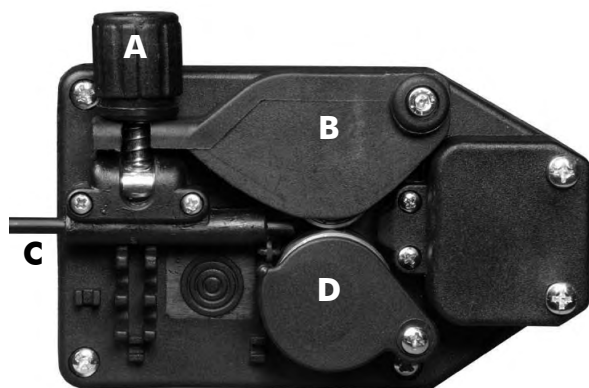

Abbildung 5
- Schrauben Sie die Mutter (1) der Haspel (Trommelbremse) ab und entfernen die Feder (2) und den Außenring (3).
- Die Spule (4) nach Entfernung der Plastikummhüllung wieder in die Haspel einlegen. Den Außenring (3), die Feder (2) und die Plastikmutter (), die das Bremssystem für die Spulengeschwindigkeit bilden, wieder an Ort und Stelle bringen. **BITTE BEACHTEN:** Die Mutter darf nicht zu fest angezogen werden; ist der Druck zu hoch, wird der Motor für die Bewegung des Drahtes überbeansprucht. Ist er zu schwach, hält die Spule bei Beendigung der Schweißarbeiten nicht sofort an.
- Plastikdrehgriff lockern (A) und senken und die Drahthebel anheben (B) (Abb.5). Etwaige Drahtrückstände aus der Drahthülle entfernen.